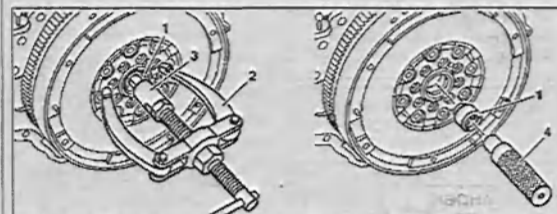

Рис. 3.14. Снятие и установка направляющего подшипника в маховике:
3. Установите внутренний съемник 3 и опору 2 и извлеките подшипник 1 (рис. 3.14).